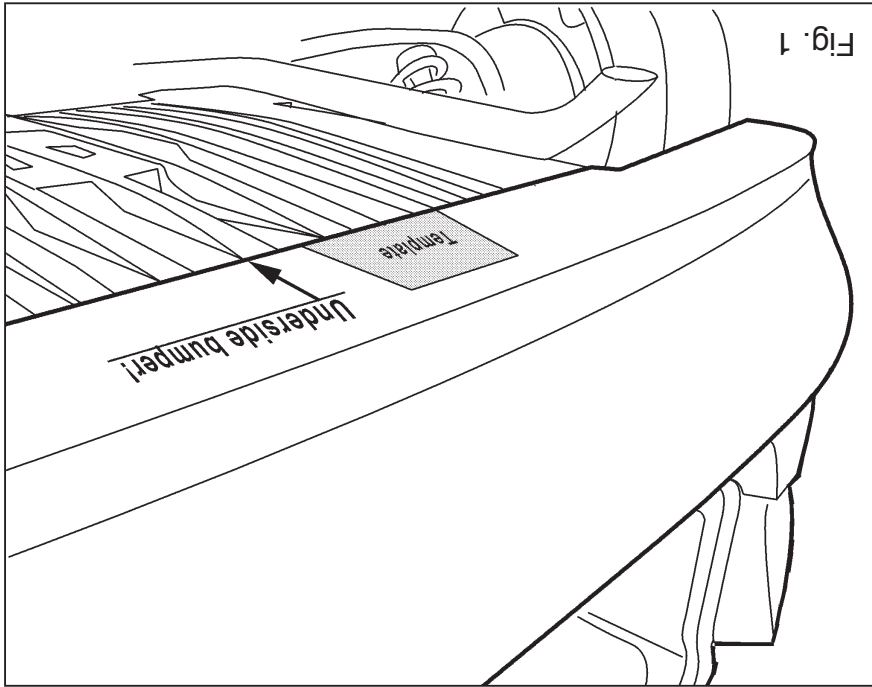

Fig. 1
1. Cut out the pattern. Place this on the outside of the bumper and saw out the section shown see figure 1. Remove the plastic cover panels from the left and right underside. Saw the section shown in Figure 2 out of the left-hand cover panel. Cut a 6 mm. section from both cover panels, as shown in Figure 2.
3. Fit the plastic cover plates at left and right on the underside of the vehicle. The ball housing is fitted to the towbar with two M10 x 80 (10.9) bolts together with socket plate, washers and self-locking nuts (10). Tighten all nuts and bolts to the torque shown in the Table.
1. Die Schablone ausschneiden, links an die Außenseite der Stoßstange anlegen und das angegebene Stück heraussägen siehe Fig. 1. "Links und rechts" an der Unterseite die Kunststoffabdeckverkleidungen abmontieren. Das in Figur 2 angegebene Stück aus der linken Abdeckverkleidung heraussägen. Gemäß Fig. 2 von beiden Abdeckverkleidungen ein 6 mm großes Stück abschneiden.
3. Links und rechts die Kunststoffabdeckplatten an die Unterseite des Fahrzeugs montieren. Das Kugelgehäuse wird mit Hilfe von zwei M10x80-Schrauben (10.9) einschließlich Steckerplatte, Unterlegscheiben und selbstsichernder Muttern (10) an die Anhängervorrichtung montiert.
1. Découper le gabarit. Le placer sur le côté extérieur du pare-chocs et scier la partie indiquée voir la fig. 1. Démontez les panneaux de recouvrement en plastique situés à gauche et à droite sur le dessous. Scier la partie du panneau de recouvrement gauche indiquée sur la fig. 2. Découper sur les deux panneaux de recouvrement un morceau de 6mm, comme indiqué sur la fig. 2.
1. Klip skabelønen ud. Anbring denne på ydersiden af korangeren og sav den markerede del ud jævntør fig. 1. Demontér kunststof-panelerne på ydersiden i venstre og højre side. Sav den i fig. 2 markerede del ud at det venstre panel. Klip et stykke på 6mm at begge paneler som vist i fig. 2.